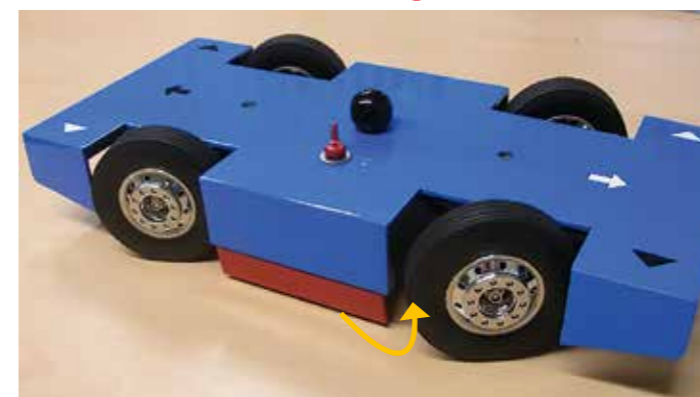
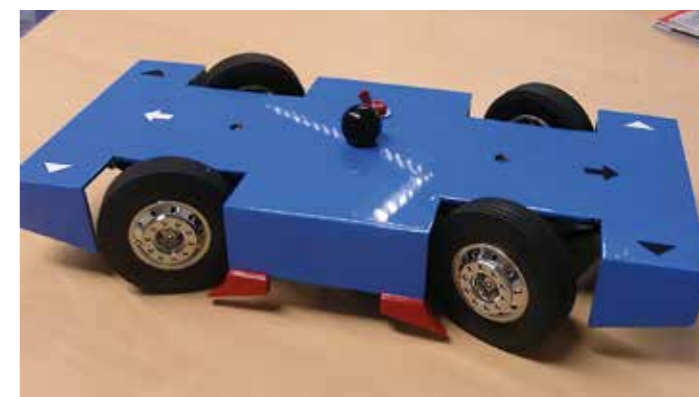

Bild 1: Starrer Lochfahrerschutz.
Bild 2: Beweglicher Lochfahrerschutz.
- Gleichzeitig kann der Lochfahrerschutz, starrer (Bild 1) oder beweglicher (Bild 2) Lochfahrerschutz, demonstriert werden. Der bewegliche Lochfahrerschutz kann dementsprechend eingeklappt werden.